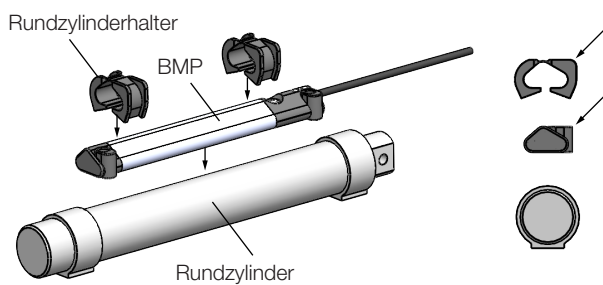

Bild 4-8: Halter am BMP befestigen
1. Rundzylinderhalter auf das BMP klemmen. Dabei auf die Orientierung der Halter achten (siehe Bild 4-8).